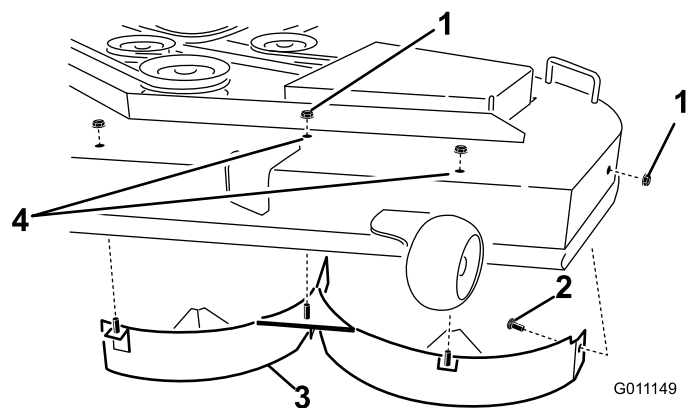

Figura 13
4. Îndepărtaai cele 2 contrapiulie (5/16") fixate pe suporturile sudate ale deflectorului stâng din partea superioară a punii mainii de tuns iarba, aflate în poziie centrală i la stânga de centru (Figura 13).
6. Îndepărtaai deflectorul stâng de pe puntea mainii de tuns iarba, conform ilustraiei din Figura 13.